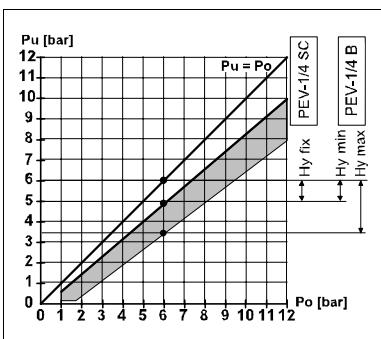

Fig. 15
6. Applicare al PEV-... la pressione massima di azionamento p_o (equivalente alla pressione minima p_u più l'isteresi prevista H_y (v. diagramma Fig. 15).
6. Belägg PEV-... med det övre omkopplingstrycket p_o (nedre omkopplingstrycket p_u plus önskad hysteres H_y (se diagram i bild 15).